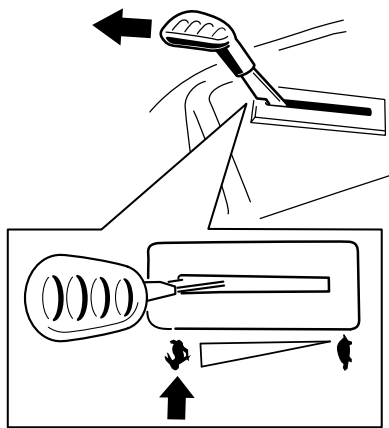

Figure 19
**Remarque:** Engagez toujours les lames en plaçant la commande d'accélérateur à la position HAUT RÉGIME (Figure 19).